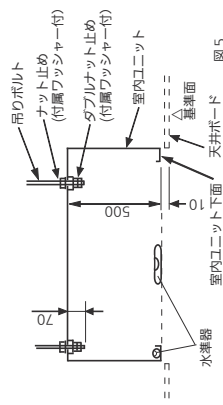

図 5
- 2) 室内ユニットの取付穴に吊りボルトを通して、ナットと付属のワッシャーを付けて締め付けてください。(図 5)
- 3) 室内ユニット下面は基準面より 10mm 上がるように調整してください。(図 5)
- 4) 室内ユニットが水平であることを水準器等で確認してください。(図 5)